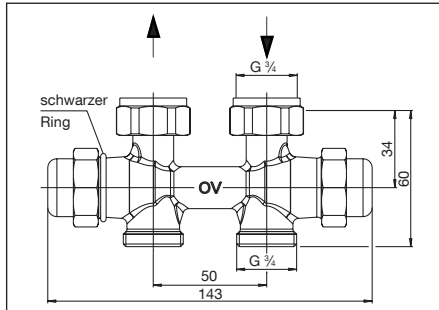
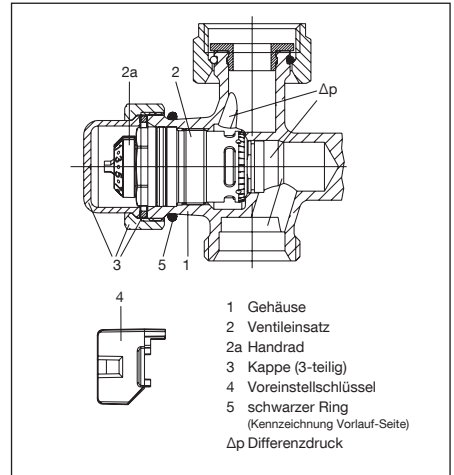
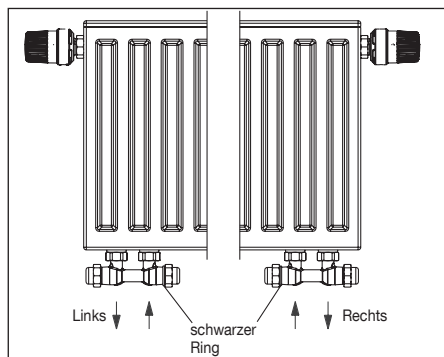

Abb. 3 Durchgang
Abb. 5 Aufbau Durchflussregler
Abb. 6 Zuordnung der Ausführung links / rechts
Der maximale Volumenstrom kann durch Voreinstellung mit dem Voreinstellschlüssel (Pos. 4, Abb. 5) eingestellt werden (siehe Punkt 6.2.1).
Mit angeschlossenem Messgerät wird der anstehende Differenzdruck am Ventilgehäuse gemessen. Hierzu muss zunächst die Kappe (Pos. 3, Abb. 5) abgeschraubt werden, dann der Ventileinsatz (Pos. 2, Abb. 5) mittels „Demo-Bloc“ herausgeschraubt und anschließend der Differenzdruck mit der Differenzdruckmessspindel gemessen werden. Sobald der gemessene Differenzdruck gleich oder größer als der Differenzdruck  $\Delta p$  min. (siehe 4.1) ist, steht ausreichend Differenzdruck für die automatische Durchflussregelung der Armatur zur Verfügung.
Die Verschraubung „Multiflex FQ“ muss in der vorgegebenen Durchflussrichtung durchströmt werden (siehe Abb. 3, 4 und 6). Die Position des Vor- und Rücklaufanschlusses ist unbedingt einzuhalten. Der Vorlauf muss an der Armaturenseite des Durchflussreglers, gekennzeichnet durch einen schwarzen Ring (Pos. 5, Abb. 5), angeschlossen werden. Bei der Eckform sind die Ausführungen links bzw. rechts erhältlich (Zuordnung s. Abb. 6).
2. Ventileinsatz „QA“ (Pos. 2, Abb. 5) und Absperein-satz „Combi LR“ auf der Gegenseite mit Schlüssel SW 19 aus dem Gehäuse herausschrauben.
4. Den schwarzen Ring (Pos. 5, Abb. 5) zur Kenn-zeichnung des Vorlaufanschlusses demontieren und auf der Gegenseite („QA“-Ventileinsatz) an-bringen.
Bei der Montage der Rohrleitungen auf parallele und spannungsfreie Zuführung achten. Die Position des Vor- und Rücklaufanschlusses ist unbedingt einzuhal-ten, da die Verschraubung in der vorgegebenen Durch-flussrichtung durchströmt werden muss. Die Seite der Armatur, an die die Vorlaufleitung angeschlossen wer-den muss ist durch einen schwarzen Ring gekenn-zeichnet (Pos. 5, Abb. 5).
Zunächst die Kappe der Vorlaufseite (Kennzeichnung schwarzer Ring, Pos. 5, Abb. 5) entfernen.
Die Voreinstellung entsprechend dem gewünschten Wert mit dem Voreinstellschlüssel (Pos. 4, Abb. 5) einstellen. Die Einstellung kann nur mit dem beiliegenden Voreinstellschlüssel durch Aufsetzen auf das Handrad (Pos. 2a, Abb. 5) erfolgen. Dies schützt vor einer Manipulation durch Unbefugte.
1. Kappe der Vorlaufseite (Kennzeichnung schwarzer Ring, Pos. 5, Abb. 5) entfernen.
Der Ventileinsatz (Pos. 2, Abb. 5) ist ohne Entleeren der Anlage mittels „Demo-Bloc“ aus dem Gehäuse (Pos.1, Abb. 5) zu schrauben.